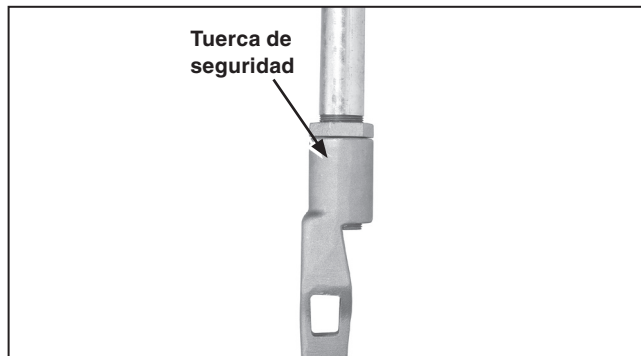

Figura 9. Instalando la sección más baja del tubo de operación en el ensamble de la palanca de operación.
**PASO 12.** Instale la sección más baja del tubo de operación enroscando un extremo del tubo en el cople en la palanca de operación. Aproximadamente  $\frac{1}{4}$  pulgada (6 mm) de la cuerda debe extenderse a través del cople. Ver Figura 9. Apriete la tuerca de seguridad. Deslice una guía de la varilla en el tubo y enganche el extremo superior del tubo al cople rígido más bajo. Apriete los tornillos de abrazadera del cople, pero en este momento no apriete el tornillo de fijación asociado.